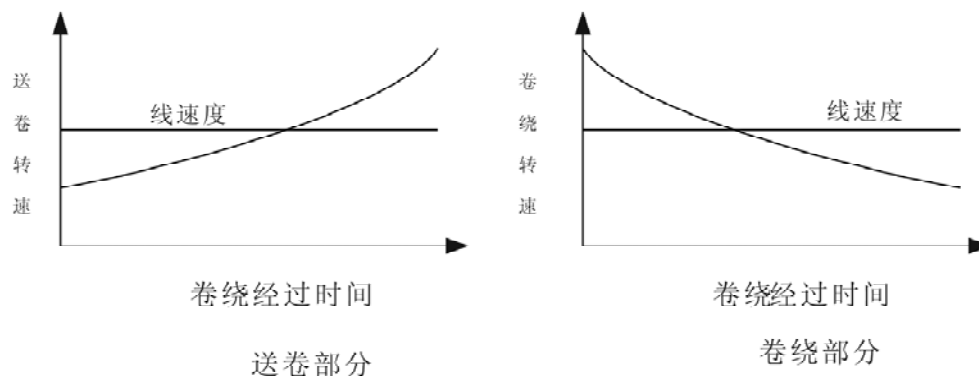

图8-7-2 卷绕机的速度变化
- 在图 8-7-2 中表示出了送线部和收卷部的各种线轴转速。为了让线速度保持恒定，对各种线轴进行速度控制,从而实现稳定的卷绕。